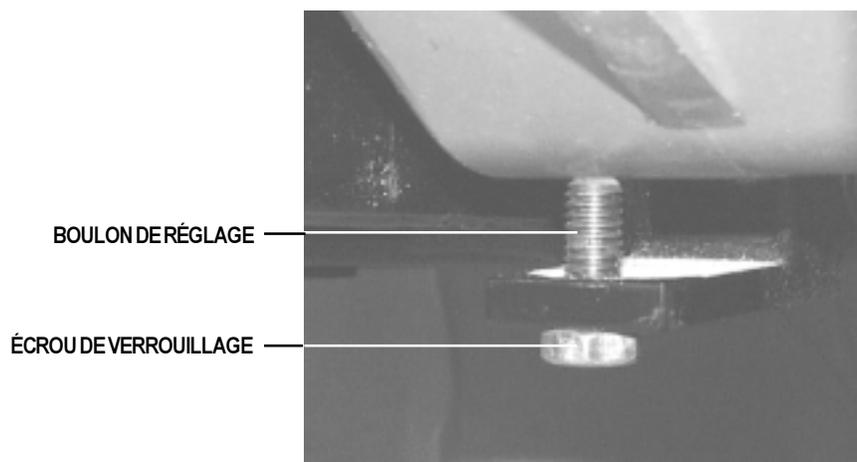

Figure 10. Réglage Des Roulettes Antibasculaires
2. Trouvez l'écrou de réglage sur le module de roulettes anti-basculaires (voir la figure 10).